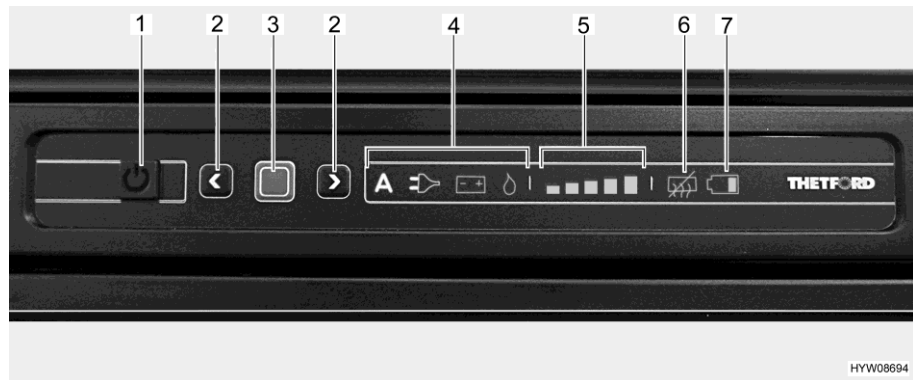

Fig. 149 Cuadro de mando de LED (frigorífico Thetford)
- Presionar la tecla On/Off (Fig. 149,1) por 1 segundo. La tecla se ilumina de color verde. Después de aprox. 10 segundos, la visualización se atenuará automáticamente por razones de ahorro de energía.
- Pulsar la tecla de confirmación (Fig. 149,3). Se visualizará el modo de funcionamiento seleccionado más recientemente.
- Pulsar la tecla de confirmación (Fig. 149,3) por aprox. 2 segundos. Los símbolos de modo de funcionamiento parpadean.
- Selección manual de energía: seleccionar la fuente de energía deseada usando las teclas de flecha (Fig. 149,2).
- Selección automática de energía (sólo en la versión con selección automática de energía): seleccionar el modo de funcionamiento "A" usando las teclas de flecha (Fig. 149,2).
- Confirmar la selección con la tecla de confirmación (Fig. 149,3).
- Pulsar de nuevo la tecla de confirmación (Fig. 149,3). El indicador de nivel de refrigeración (Fig. 149,5) parpadea.
- Para cambiar el ajuste, pulsar las teclas de flecha (Fig. 149,2) hasta que se visualice el ajuste deseado.
- Pulsar la tecla On/Off (Fig. 149,1) por aprox. 2 segundos. Todas las lámparas se apagan. El frigorífico está desconectado.
Una vez conectado, el frigorífico automáticamente seleccionará el ajuste del termostato seleccionado más recientemente. Este reajuste puede modificarse manualmente con las teclas de flecha (Fig. 149,2). Pasan algunas horas hasta que el frigorífico alcanza la temperatura de servicio normal. Al cambiar a otro modo de funcionamiento, se conservará el ajuste del termostato.